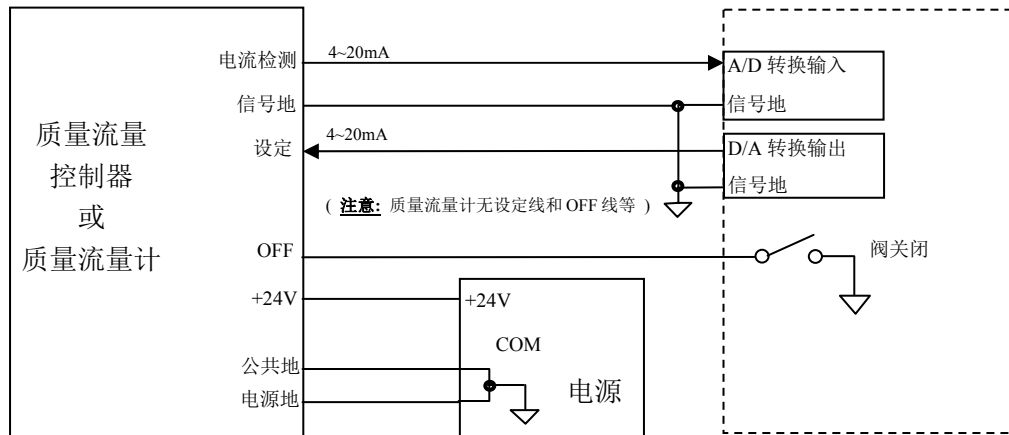

图 8. 直接与计算机连接的接线方法
b. 质量流量控制器直接与计算机连接的接线方法, 见图 8。
参照图 1 和图 8，在质量流量控制器预热稳定以后，即可启动程序进行工作。